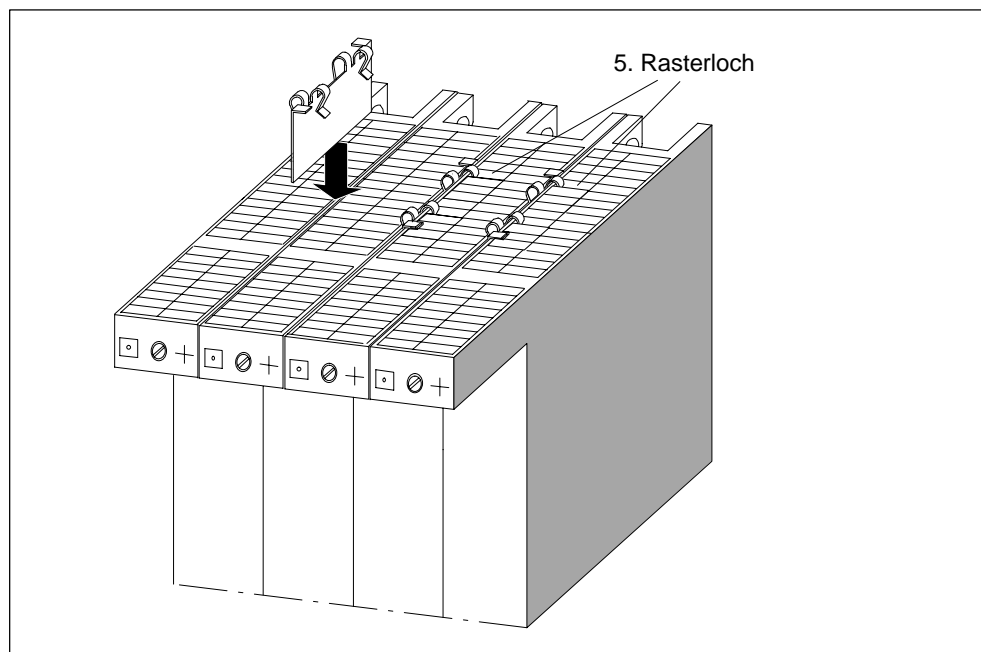

Bild 8-11 Verrasten der Baugruppen mit Verbindungsklammer (Prinzipbild)
1. Schieben Sie eine Verbindungsklammer wie in Bild 8-11 gezeigt von oben zwischen die zwei zu verrastenden Baugruppen, bis die gebogenen Klemmenenden die Gehäuseabdeckung der Baugruppen berühren.
3. Drücken Sie dann die Verbindungsklammer an den zwei rechtwinklig abgeknickten Enden nach unten bis sie eingerastet ist. Bild 8-11 zeigt Verbindungskammern in Endposition.